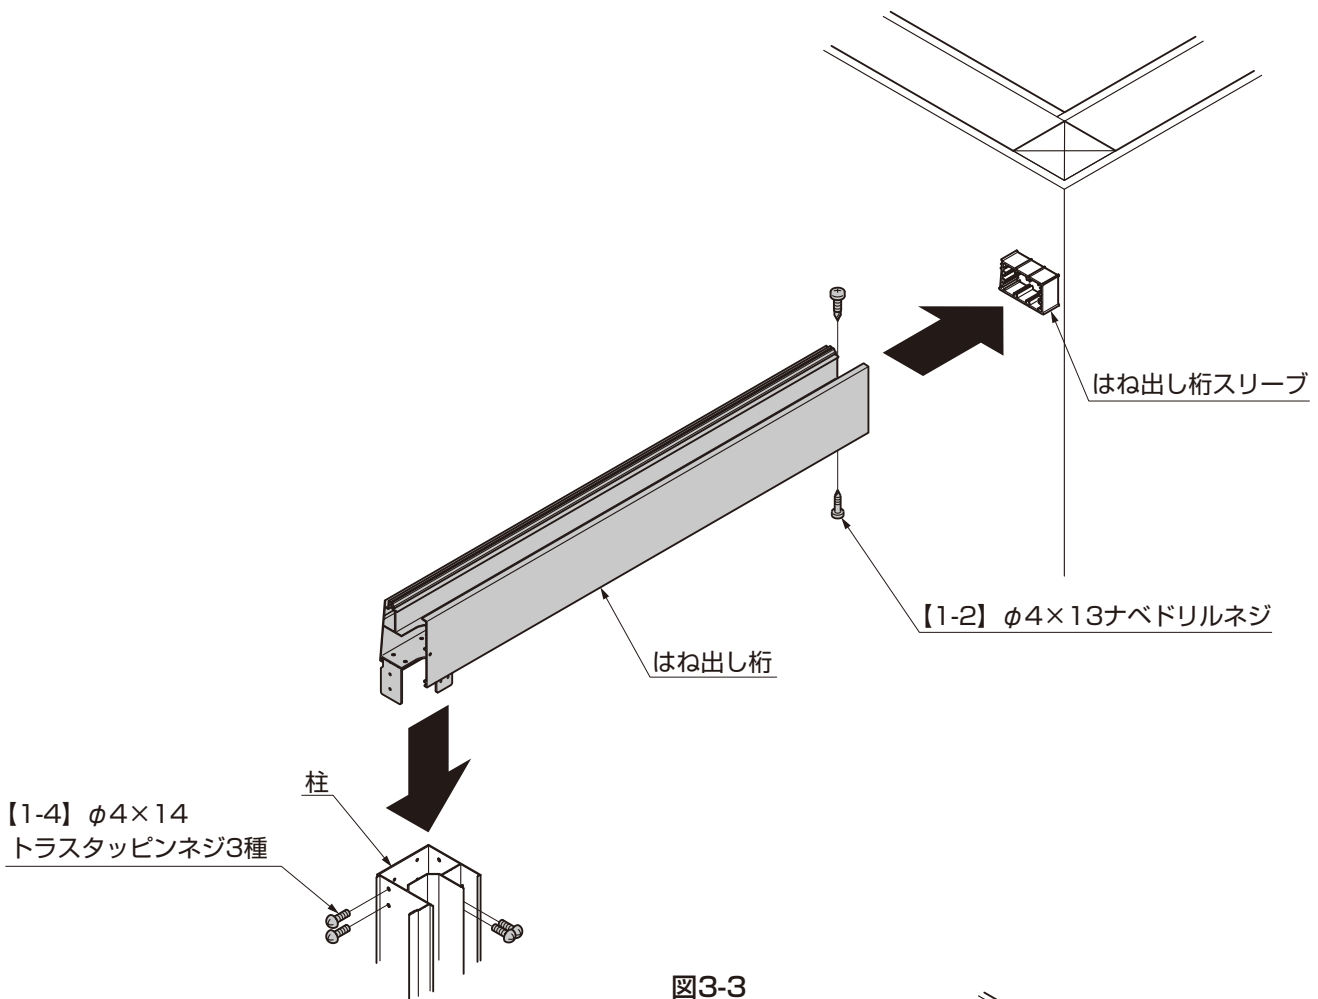

図3-3
- ②はね出し桁をはね出し桁スリーブに【1-2】で取付けてください。(図3-3参照)
- ③はね出し桁を柱に【1-4】で取付けてください。(図3-3参照)